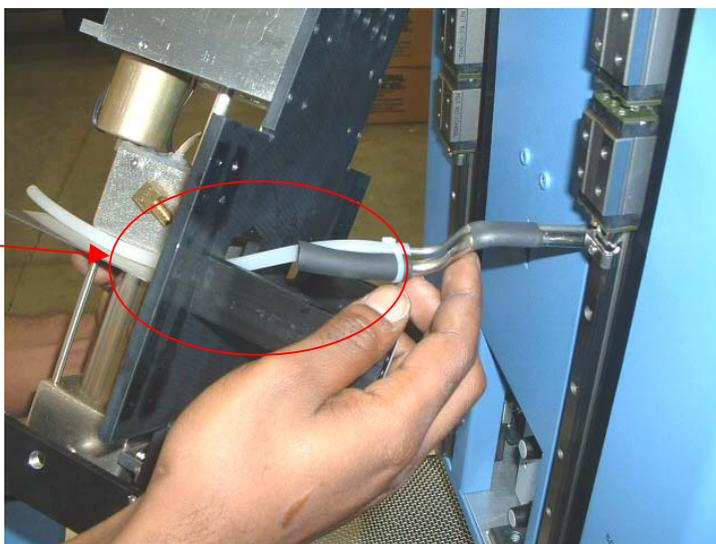

Figura 39
1. Installare con attenzione il gruppo del riscaldatore sulle guide. Guidare la linea e la tubatura del vuoto attraverso la piastra di montaggio. Fare attenzione che i tubi flessibili non vengano schiacciati. Vedere la figura 39.